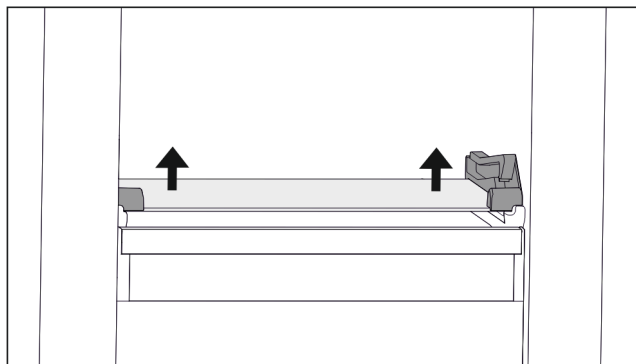

Fig. 66 Skleněná deska odklápěcí zásuvky
- ▶ Vytlačte skleněnou desku zdola na obou stranách nahoru. (viz Fig. 66)